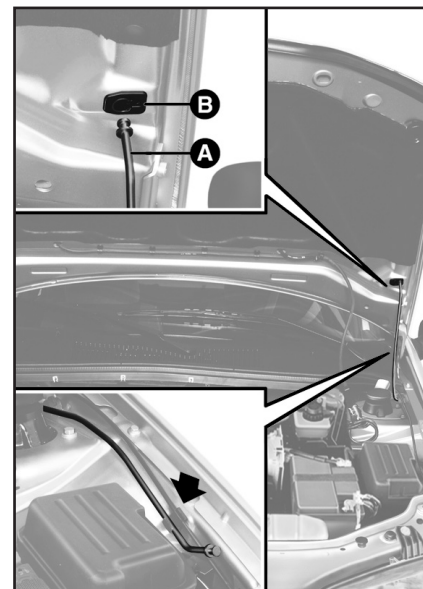

рис. 84
3) Взявшись рукой за центр передней кромки капота, поднимите капот; одновременно освободите из фиксаторов опорную штангу **A** (рис. 84).
другой выведите штангу **А** (рис. 84)